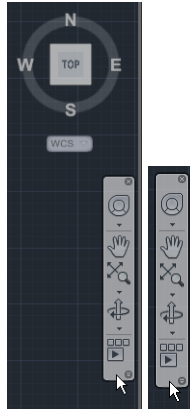

Рисунок 1.13 – Інструменти керування зображенням
У правій частині робочого простору **AutoCAD 2016** розташовані інструменти керування зображенням **ViewCube** та **Navigation bar** (рис. 1.13).
1.2.9 В рядку стану натиснути кнопку **Object Snap**, потім викликати її контекстне меню, в якому обрати пункт меню **Settings**. При цьому з'являється діалогове вікно **Drafting Settings (Установки креслення)** (рис. 1.13). Включити прив'язки за кінцевою точкою Endpoint (**end of**) та перетином Intersection (**int of**).